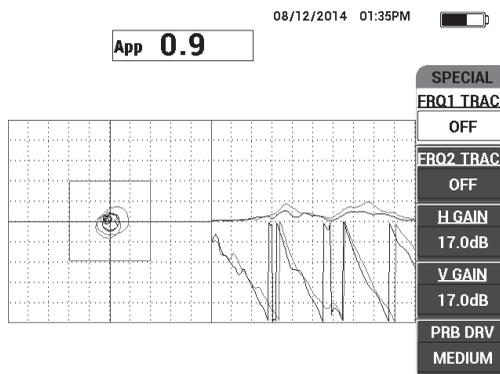

Figura 6-58 Señal de referencia de fondo
3. Coloque y mantenga la sonda en un área correcta del bloque de referencia; después, pulse y mantenga la tecla **REF SAVE** (REF ) para guardar la señal de referencia de fondo. Ver la Figura 6-58 en la página 181.